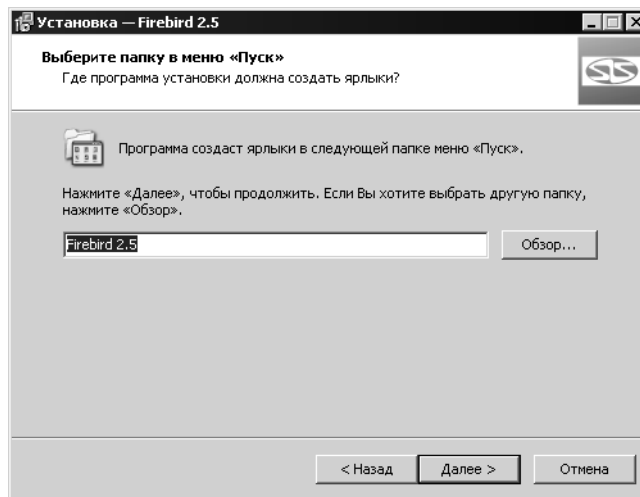

Рис. 1.13.
3. Укажите папку Главного меню Windows, в котором будут созданы ярлыки для запуска СУБД (рис. 1.13).